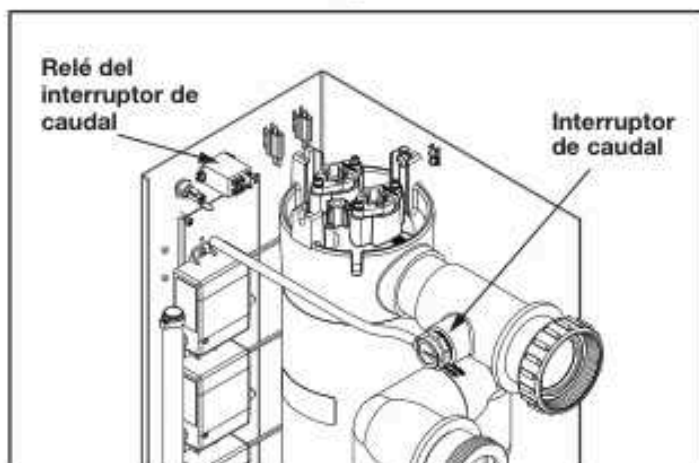

Figura 9. Conexión entre el interruptor de caudal y el relé eléctrico del sistema JAOPX500
- Desenchufe los conectores del interruptor de caudal del relé del interruptor de caudal que se encuentra encima del conjunto del generador de ozono. Consulte la Figura 9.